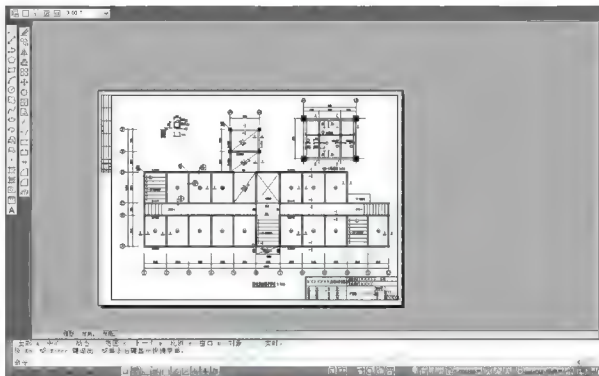

图 5.69 在布局空间布图
⑥ 将右上角视口设定为当前视口，并将视图调整至只显示“XB-1 配筋图”状态，在【视图】工具栏右侧的文本框内设置该图的出图比例为“1:50”。
⑦ 将主图视口设定为当前视口,并在【视口】工具栏右侧的文本框内设置该图的出图比例为“1:100”。
⑧ 冻结【视口】图层,结果如图 5.69 所示。